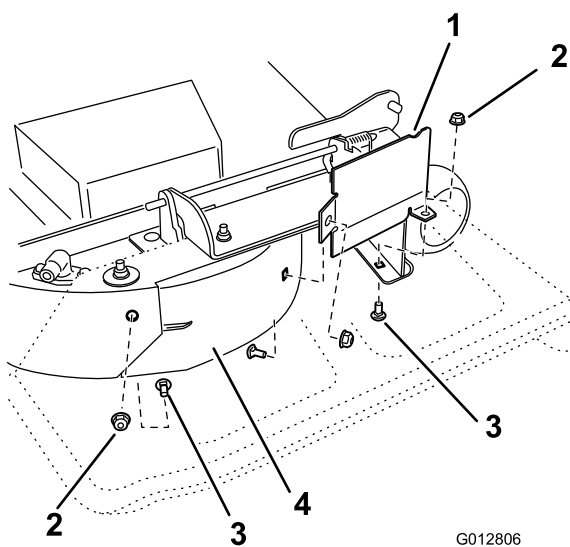

**Figure 32**
6. Retirez les deux contre-écrous (5/16 pouce) fixés aux montants soudés du déflecteur gauche sur le dessus du plateau de coupe, au centre et à gauche du centre (Figure 32). Sur la paroi latérale du
7. Déposez le déflecteur gauche du plateau de coupe, comme illustré à la Figure 32.